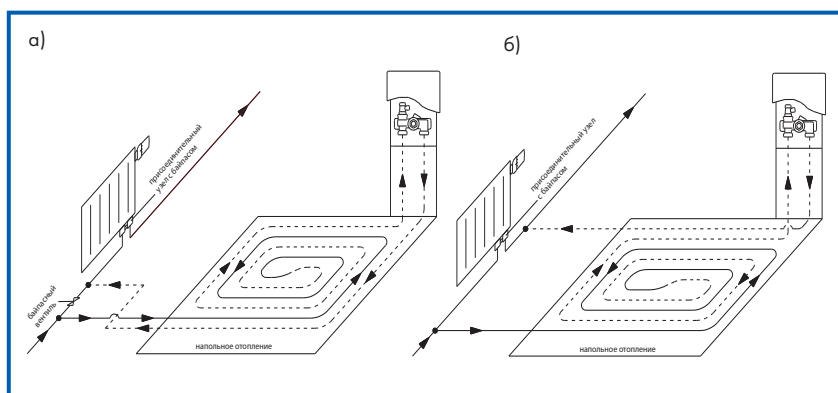

Рис. 2
Всем известно традиционное применение «Unibox» в двухтрубных системах отопления. Однако есть возможность использовать эти устройства и в однотрубной системе, как показано на рис. 2а и 2б.
Байпасный вентиль, например, «Combi LR» (рис. 2а), должен быть отрегулирован таким образом, чтобы через контур напольного отопления проходило достаточное количество теплоносителя. На рис. 2б присоединительный узел с байпасом Multiflex (CE) должен быть отрегулирован таким образом, чтобы при открытом вентиле радиатора через контур напольного отопления проходило достаточное количество теплоносителя, а при закрытом узле «Unibox» на вентильной